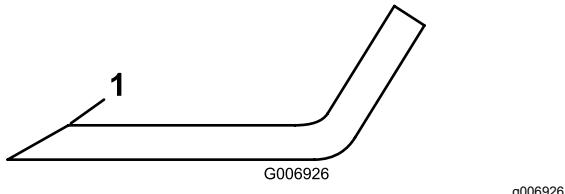

Figure 74
4. Examinez les tranchants de toutes les lames. S'ils sont émoussés ou ébréchés, affûtez uniquement le haut du tranchant et conservez l'angle de coupe d'origine pour obtenir une coupe nette (Figure 74).